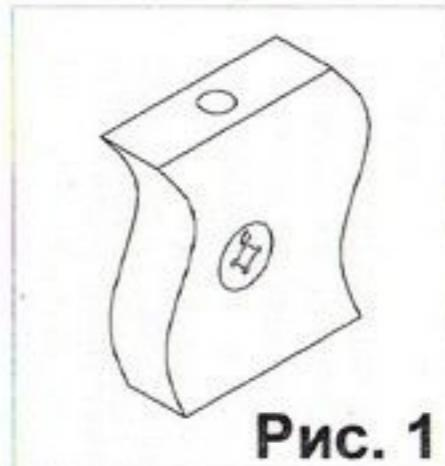

Рис. 1
- Прибить под пятники (6) к полке 4. Вставить стяжки-растекс (12 (см.рис.1)) в детали 6 и 7. Закрутить дюбеля стяжек-растекс (4) (см. рис.2) в полку 4. Забить шканты (1) в детали 6 и 7. Соединить детали 6 и 7 в полкой 4. Фиксацию стяжек-растекс (12) произвести путем поворота их по часовой стрелке.